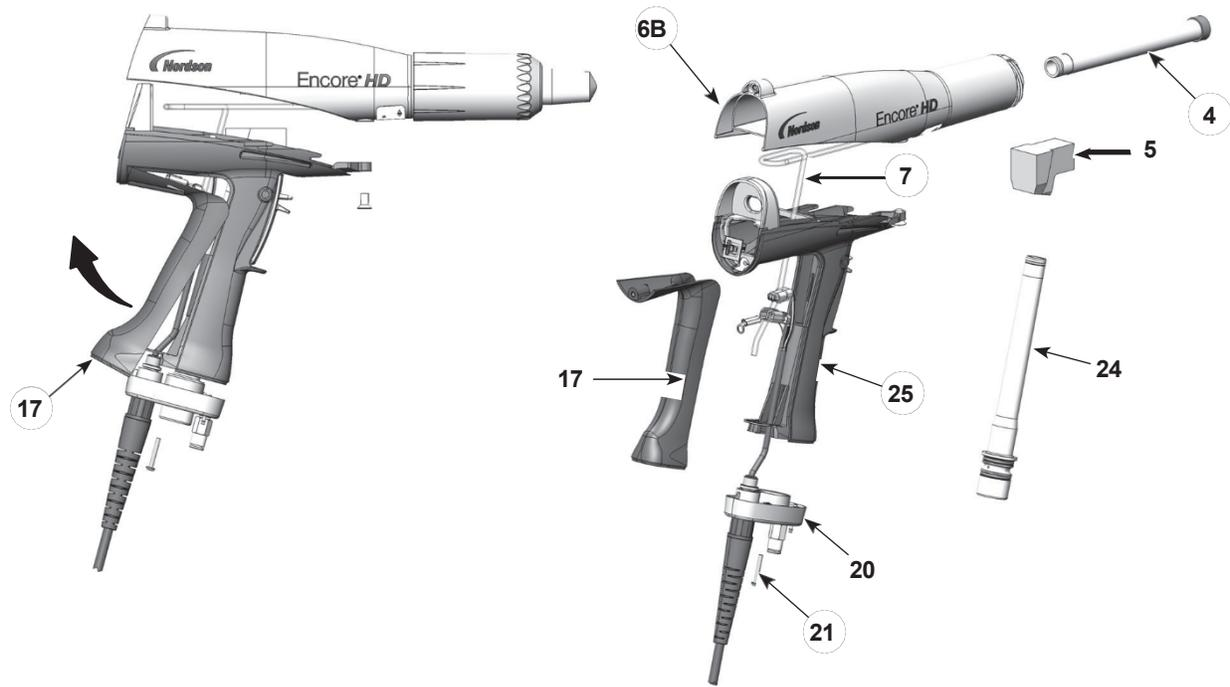

Figura 14 Sostituzione del percorso della polvere
2. Vedere la Figura 14. Rimuovere il gomito (5) dal tubo di ingresso (24).
3. Rimuovere le due viti M3 x 20 (21) dalla base della maniglia (20).
4. Tirare la base dall'impugnatura, quindi allontanare dall'impugnatura la parte inferiore della piastrina di messa a terra (17) e rimuoverla. Lasciare il filo di terra collegato al blocco di terra.
5. Spingere il tubo di ingresso (24) verso l'alto e fuori dalla base, quindi spostare la base ed estrarre il tubo di ingresso dall'impugnatura.
6. Spingere il tubo di uscita (4) fuori dalla parte anteriore del corpo della pistola (6B).
1. Vedere Figura 14. Installare il tubo di uscita (4) nel corpo della pistola (6B), con l'estremità della tubo a filo con l'estremità del corpo della pistola.
2. Installare il tubo di ingresso (24) nell'impugnatura (25), quindi installare l'estremità del tubo nella base dell'impugnatura (20).
3. Spingere la base del manico vicino all'impugnatura, quindi agganciare l'estremità superiore del cuscinetto di terra (17) nel corpo e ruotarlo sulla maniglia. Assicurarsi che i fili del cavo non siano schiacciati o intrappolati durante il rimontaggio.
4. Installare la base della maniglia sulla maniglia e sul cuscinetto di terra e fissarla con le due viti M3 x 20 (21).
5. Installare il gomito (5) sul tubo di ingresso, con l'estremità orientata verso la parte anteriore della pistola, come mostrato.